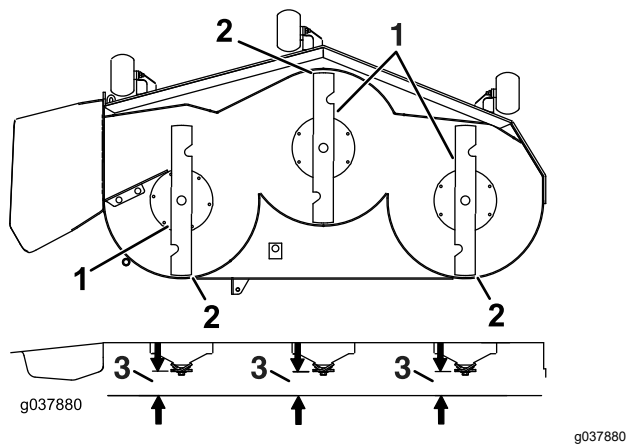

Figure 100
7. Vérifiez l'inclinaison avant/arrière des lames (Figure 100). Vérifiez que la pointe avant de la lame est plus basse que la pointe arrière, comme montré dans le tableau de hauteur de cales et d'inclinaison. Si un réglage est nécessaire, poursuivez cette procédure.